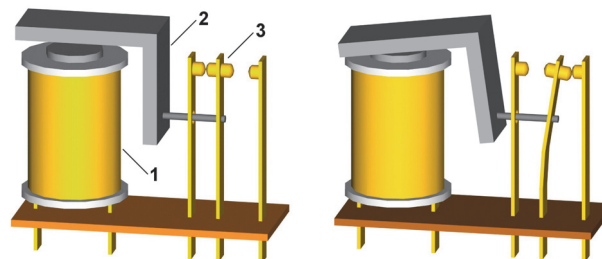

Figura 7. Ejemplo de relé con un solo conmutador: en la imagen izquierda el electroimán está desactivado, mientras que en la imagen derecha está activado.
Un relé es básicamente un conmutador, o conjunto de conmutadores, activado por un electroimán, como muestra la Figura 7. Aplicando una corriente a la bobina del electroimán (1), éste atrae y desplaza una palanca metálica (2) que cambia el estado de los conmutadores (3). Una gran ventaja del relé es que, con una corriente pequeña en la bobina (normalmente sin importa su sentido), se controlan unos conmutadores que son capaces de conducir una corriente alta, funcionando como amplificador. Además un relé aísla eléctricamente el circuito de la bobina del circuito de los contactos. Como inconveniente, un relé emplea elementos mecánicos y contactos que sufren desgastes, limitando bastante su vida útil.